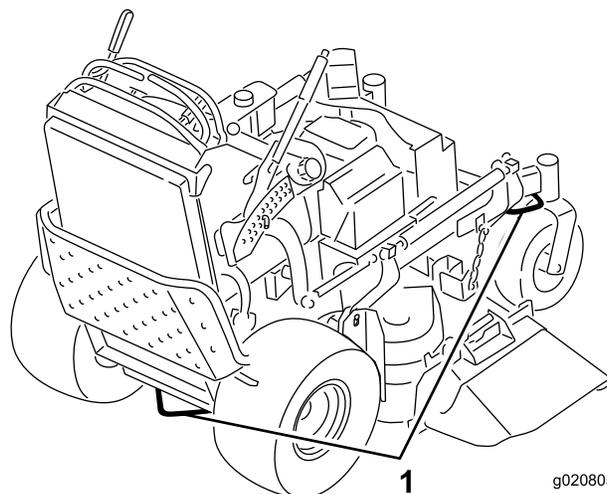

図 25
6. マシンにはロープ固定用のアイがついているので、チェーンやロープなどを使ってトラックやトレーラに機体をしっかりと固定する (図 25)